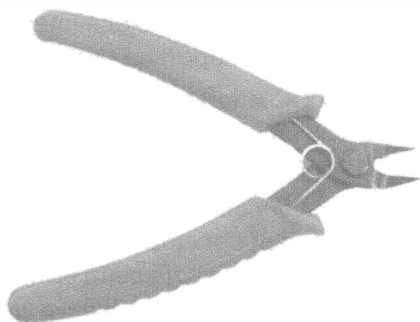

Рис. 13.3. Бокорезы позволяют обрезать провод у самой поверхности печатной платы
- » **Кусачки.** Универсальные кусачки можно приобрести в любом хозяйственном магазине, однако вы поступите правильно, если не пожалеете примерно 5 долларов на приобретение *бокорезов*, или ко-сых острогубцев, показанных на рис. 13.3, для обрезания проводов в труднодоступных местах (например, над паянным соединением).